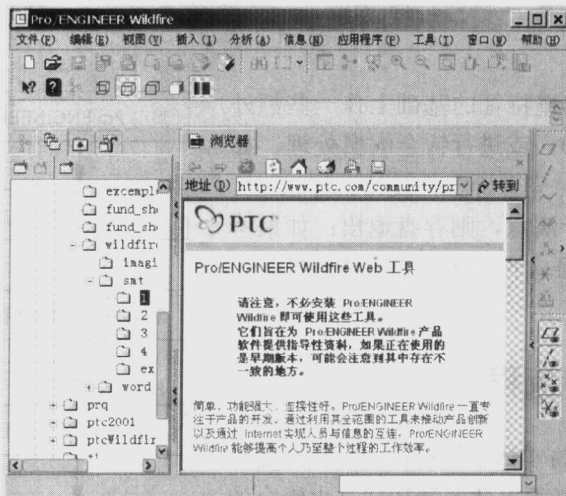

图 1-4
- (1) 启动 Pro/ENGINEER，软件界面显示如图 1-4 所示。